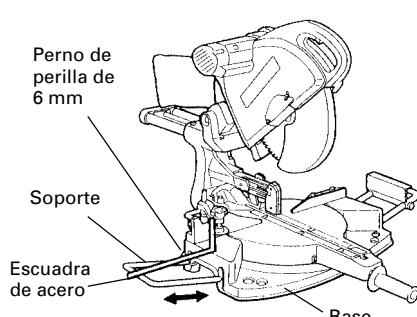

Fig. 12
- (1) Como se indica en la Fig. 12, utilice una escuadra de acero para alinear el borde superior de los soportes con la superficie de la base.
- (2) Despues de la alineación, asegure los soportes con pernos de perilla de 6 mm (accesoriosopcionales).